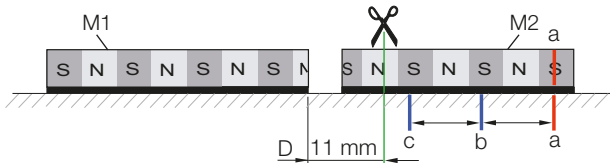

Fig. 4-11 : Découpe à 11 mm
7. Découper la bande magnétique M2 de sorte que la distance D présente entre les deux bandes magnétiques s'élève à respectivement 11 et 21 mm (largeur 1 paire de pôle + 1 mm pour le positionnement fin). L'espace entre les deux extrémités de bande de mesure détermine l'emplacement de la découpe (Fig. 4-11).